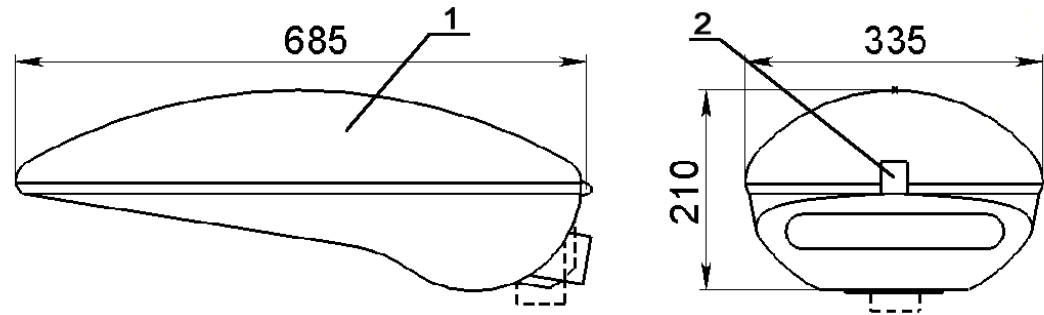

Рисунок 1
2.1 Светильник консольный GALAD Альфа LED (рисунок 1) со светодиодными модулями предназначен для наружного освещения: освещения улиц, дорог с высокой, средней и слабой интенсивностью движения транспорта, железнодорожных платформ и станций, мостов, территорий дворов, школ.
5.3 Для присоединения светильника к сети необходимо открыть замок (2), поднять крышку (1), см. (рисунок 1) и зафиксировать стопорным кронштейном.